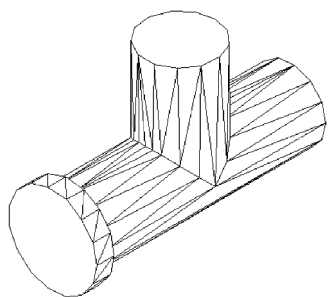

图 12-37 绘制的凸台
3) 单击【视图】功能区 | 【视觉样式】选项板 | 【隐藏】按钮 ，隐藏看不到的线段，如图 12-37 所示。